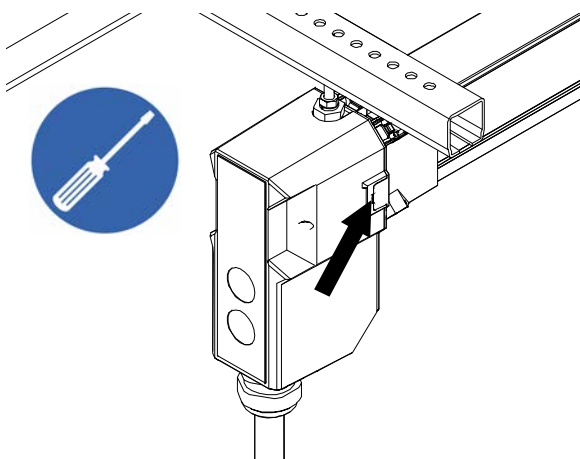

Abb. 121: Breitere Klips lösen
- Breite Klips an der Seite der Endeinspeisung (2x) mit Schlitzschraubendreher lösen (siehe Abb. 121)